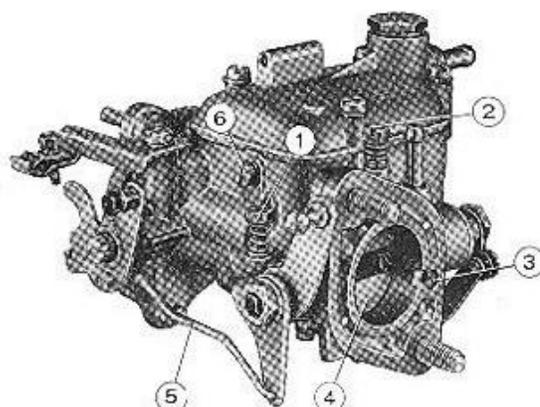

Abb. 47 - Ansicht des Vergasers von der Seite der Leerlauf-einstellung aus gesehen.
Die Einstellung des Leerlaufs erfolgt über die Leerlaufschraube (1, Abb. 47) und die Gemischschraube (2). Die Schraube (1) regelt die Öffnung der Drosselklappe und die Schraube (2) mit konischer Spitze hat die Aufgabe der Regulierung des Gemisches aus dem Leerlaufkanal, welches mit der Ansaugluft des Motors vermischt wird. Die Einstellung beider Schrauben erfolgt so, dass der Motor das geeignete und richtig dosierte Kraftstoffgemisch für einen gleichmässigen Lauf erhält.